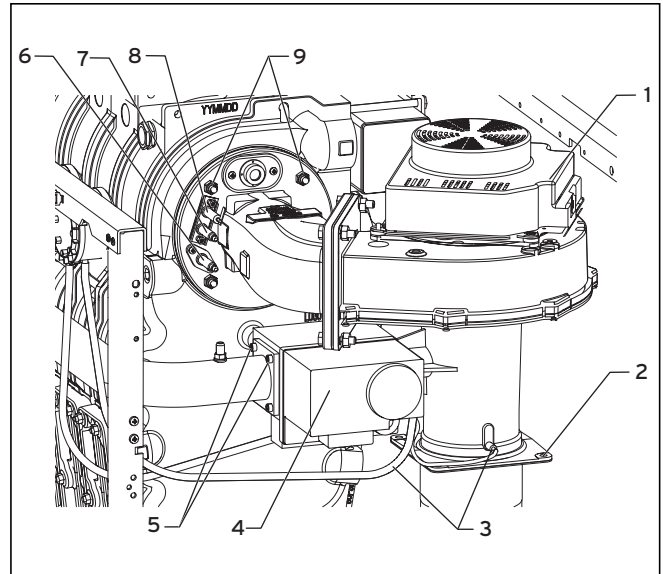

Рис. 8.6 Демонтаж горелки
- Отвинтите патрубки газовой арматуры (4, рис. 8.6) и вентилятора (1, рис. 8.6).
- Ослабьте заземляющий провод (8, рис. 8.6).
- Ослабьте штекер на электроде розжига (7, рис. 8.6) и на ионизационном/контрольном электроде (6, рис. 8.6).
- Открутите шланг управления (3, рис. 8.6) на газовом клапане и на трубе Вентури.
- Открутите четыре винта между трубой Вентури и глушителем приточного воздуха или жаропрочной трубкой (2, рис. 8.6).
- Открутите четыре винта M5 (5, рис. 8.6) на газовой трубе (газовый фильтр)/газовой арматуре.
- Отвинтите четыре гайки M8 (9, рис. 8.6) на теплообменнике.